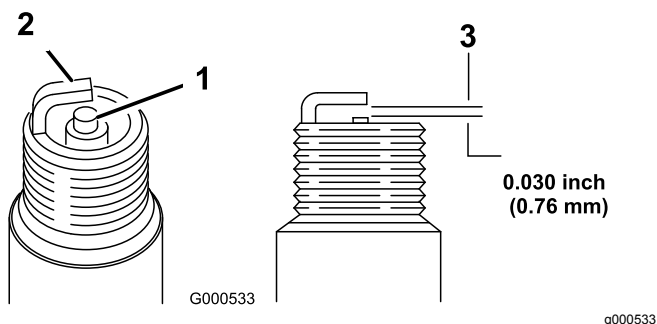

Рисунок 21
5. Установите в свече зазор, равный 0,76 мм (Рисунок 21).